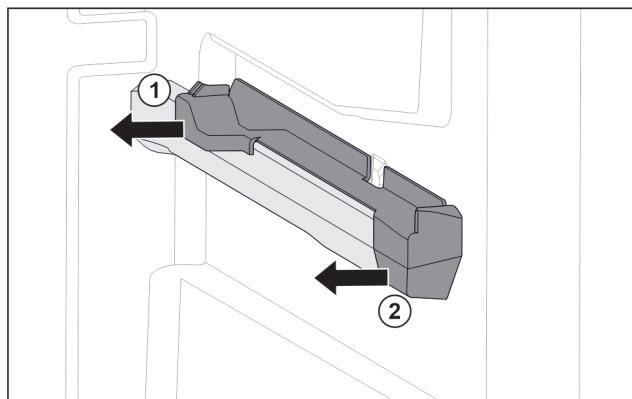

Fig. 118 Natični dio na desnom žlijebu spremnika
- Skinite natični dio straga u stranu. Fig. 118 (1)
- Skinite natični dio sprijeda u stranu. Fig. 118 (2)